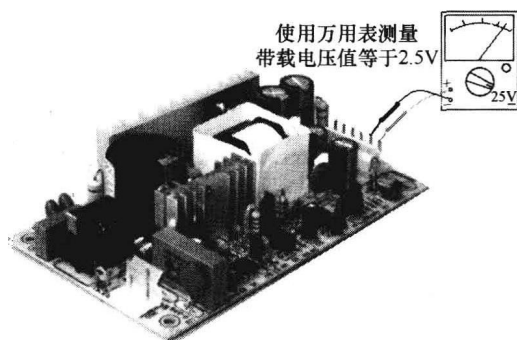

图 2-5 使用万用表检测带载电压值
(3) 带载通电检测输出电压 此数控系统使用的电源电压是 +5V。通电后,先不加负载,使用万用表(直流电压 10V 挡位)测量输出电压,电压表指示(5V)正常。加负载后再测量输出电压,发现输出电压值为 2.5V;撤除负载,再测输出电压仍为 5V,如图 2-5 所示。至此初步确定故障应该为电源部分。